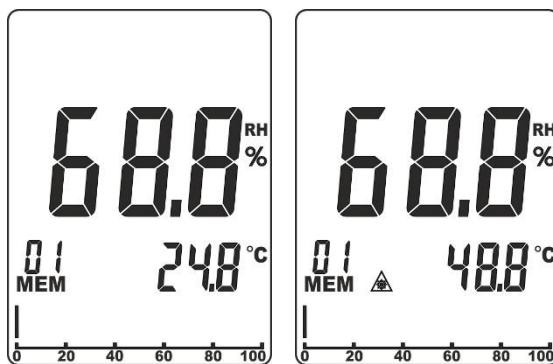

Fig. 10: Mesure de la température à infrarouges (IRT)
3. La température de l'air est affichée sur l'écran secondaire (voir Fig. 10 – à gauche)
4. Appuyer sur la touche **IRT/△** pour activer la mesure IRT. Le pointeur laser s'active pendant un instant et le symbole « **△** » est affiché à l'écran jusqu'à la fin du relevé. La valeur de la température IRT est affichée sur l'écran secondaire pendant environ 15s (voir Fig. 10 – à droite) et, ensuite, l'instrument retourne automatiquement à la mesure de la température de l'air